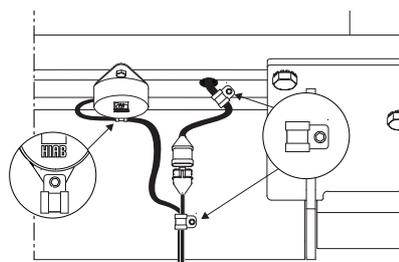
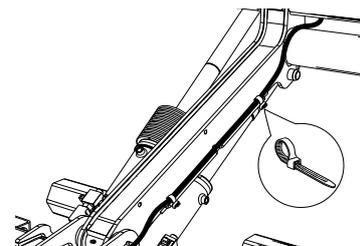

Abbildung 53. Anschluss der Verkabelung bei Ladebordwand mit Warnbeleuchtung bzw. Warnbeleuchtung und Fußschalter
Abbildung 51. Montage der Verkabelung
1. Das zum Lieferumfang gehörende Kabel an das Fußschalter-/Warnleuchtenkabel der Bordwand anschließen. Wenn die Ladebordwand nur über einen Fußschalter verfügt, siehe Abbildung 51. Wenn die Ladebordwand über Warnbeleuchtung oder Warnbeleuchtung und Fußschalter verfügt, siehe Abbildung 53.
2. Das Kabel mit den Kabelklemmen an der Bordwand befestigen. Bei Ladebordwänden mit Warnbeleuchtung auch die Verkabelung des Winkelgebers mit derselben Kabelklemme befestigen, siehe Abbildung 53.